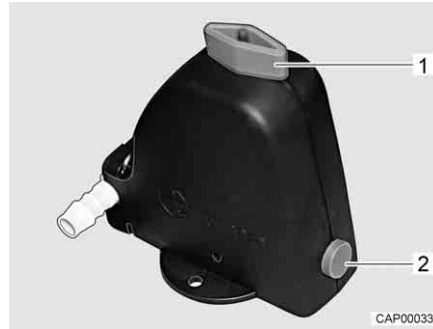

Fig. 250 Valve de sécurité et de vidange (Truma)
- Ouvrir la valve de sécurité et de vidange (Truma). Tourner le bouton rotatif (Fig. 250,1) dans le sens longitudinal par rapport à la valve de sécurité et de vidange. Le bouton-poussoir (Fig. 250,2) ressort.